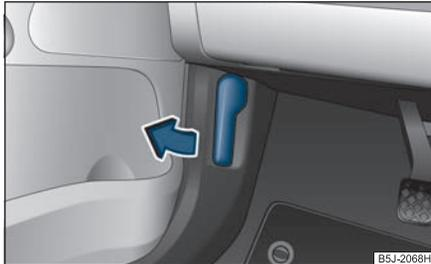

Abb. 174 Entriegelungshebel für Motorraumklappe
⇒ Abb. 174.
- Entriegeln Sie die Motorraumklappe ⇒ Abb. 174.